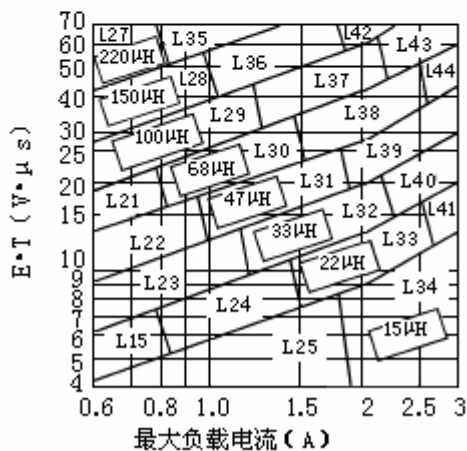

图7. HYM2596-ADJ
- 2) 用前面的公式中所得的 $E \cdot T$ 值, 从图 7 的纵坐标上找一个相匹配的电感序号。
4) 由图 7，34 (V·μs) 的水平线和 3A 的垂直线的交叉处所确定的电感为 47μH，电感代号为 L39。